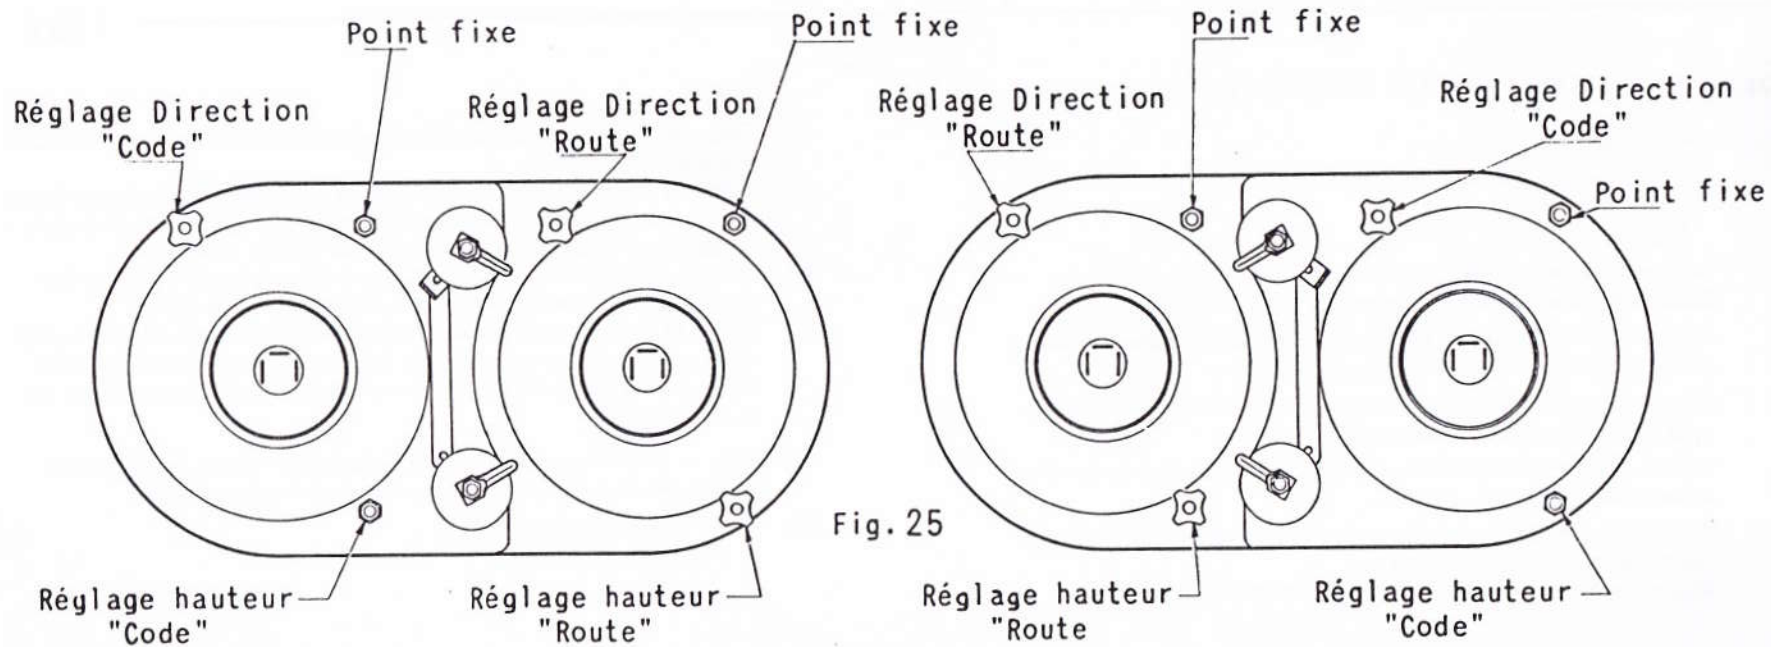

Fig. 25
7283 - VERIFICATION et REGLAGE des PHARES (Projecteurs double optique) (Fig. 25 et 26)
2) Orientation des blocs optiques (Fig. 25)